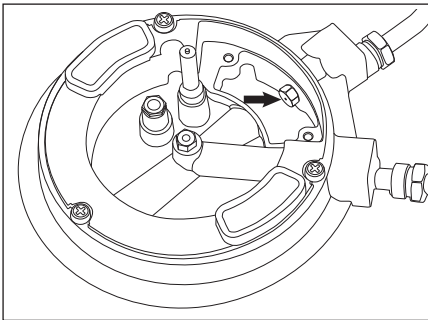

Fig. 5
- Extraer el inyector B, ver imagen 5.